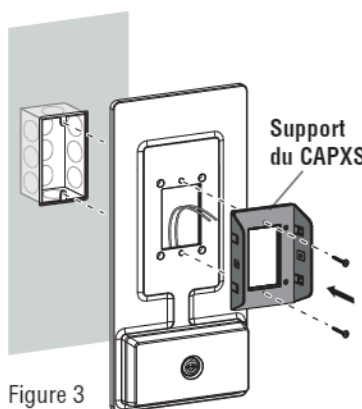

Figure 3
6. Fixez la boîte de commande ou au mur en passant par le support de montage et le panneau d'habillage à l'aide du matériel spécifié dans le manuel d'installation du CAPXS. (Voir figure 3)